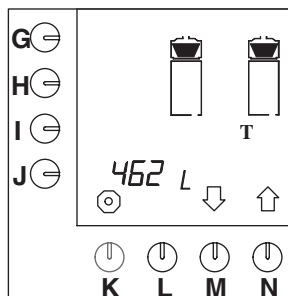

Fig. 50 Totaalteller koffiezetstelsysteem
- Druk op selectietoets (N.)↑ tot fig. 50 in het display verschijnt.